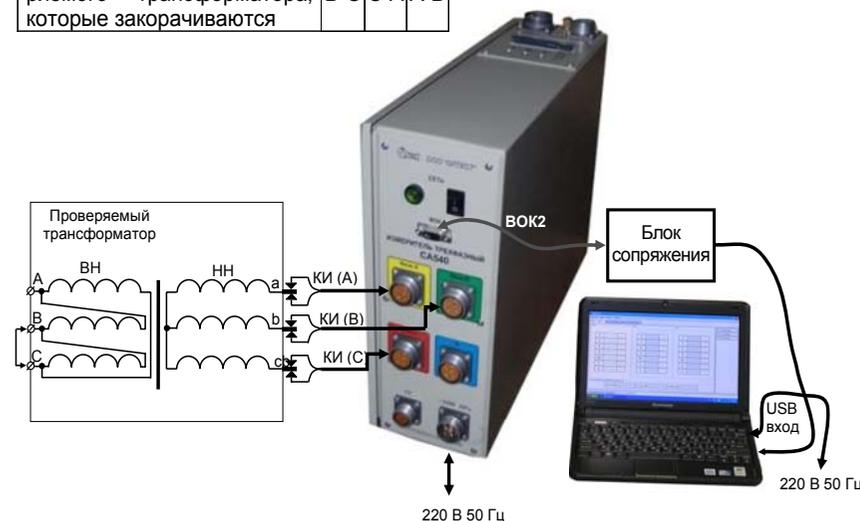

Рисунок 7.10
1) Собрать измерительную цепь (рисунок 7.10) при управлении Измерителя от ПК. На рисунке 7.10 показана измерительная схема при использовании встроенного источника питания для трансформатора с обмоткой НН Y (для обмотки Z – аналогично).